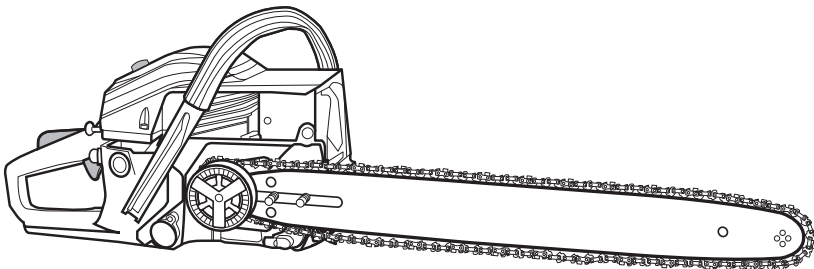

Abb. 7
4. Die Zähne der Sägekette (8) müssen genau in die Führung am Rand der Schiene eingesetzt werden (Abb. 7).